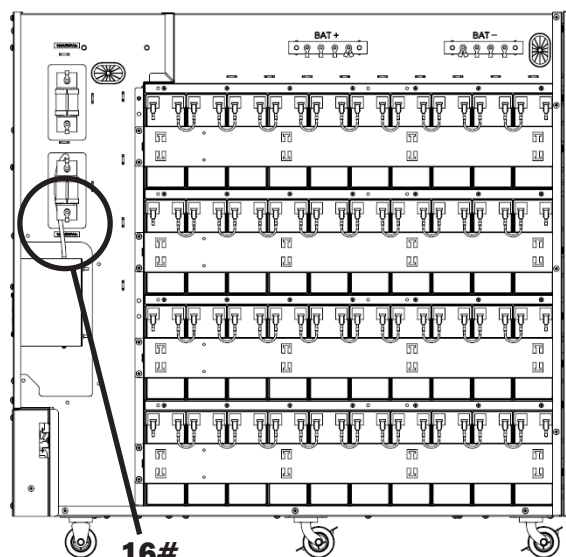

Figura 5-24
36. Conecte el fusible al breaker de BAT + (Figura 5-24).